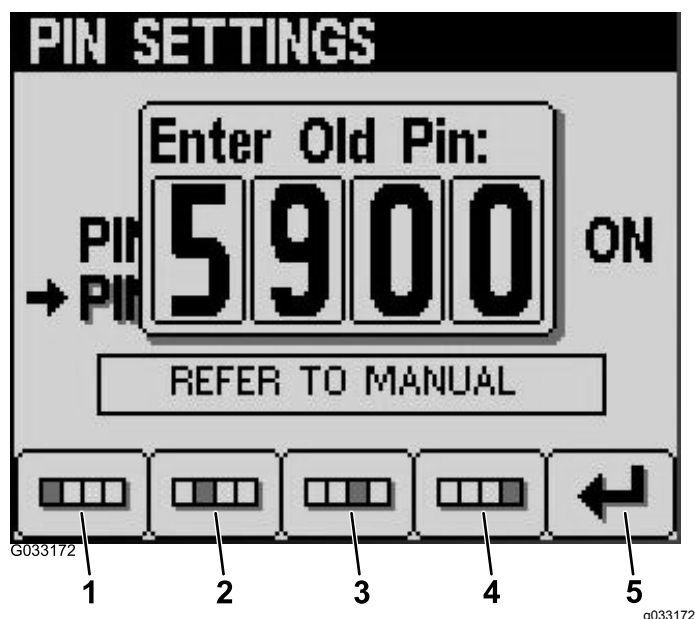

Figura 24
6. Introduzca el PIN antiguo usando los botones 1 a 4, y pulse el botón 5 para terminar (Figura 24).